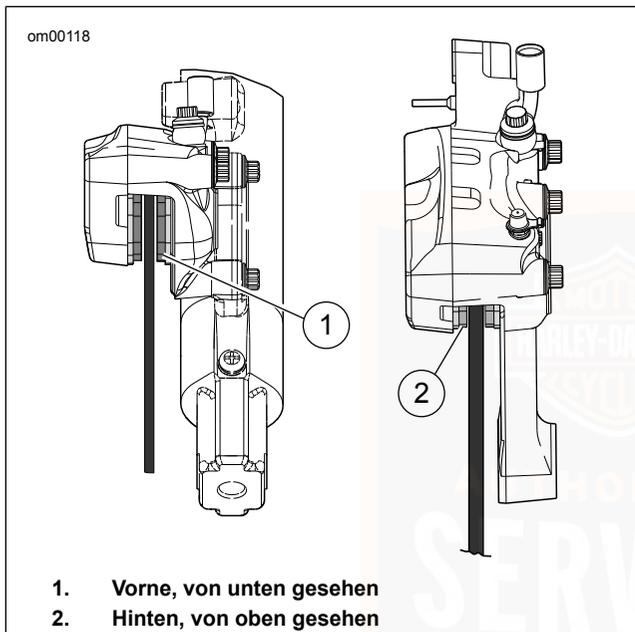

Abbildung 53. Bremsbelagmaterial
1. Siehe Abbildung 53. Die Bremsscheibe prüfen, wenn diese gedreht wird. Die Scheibe muss schlagfrei im Bremssattel laufen.